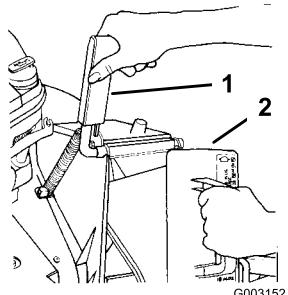

Figura 7
1. Abra la puerta de descarga tirando del tirador hacia adelante y desplazando la puerta hacia atrás (Figura 7). Mientras inserta el tapón, sujeté el tirador de la puerta para evitar que el muelle cierre la puerta.
ligeramente en el sentido de las agujas del reloj al insertarlo (Figura 7).